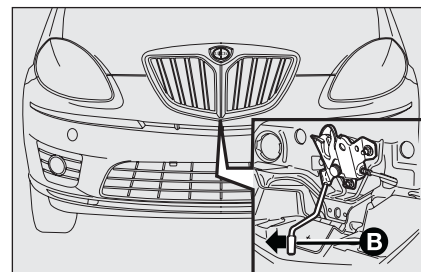

fig. 108
- ☐ spostare verso sinistra la levetta **B**-fig. 108 come indicato dalla freccia;